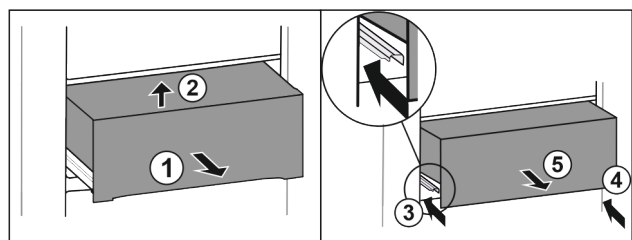

Fig. 47
- ▶ Изтеглете чекмеджето наполовина. Fig. 47 (1)
- ▶ Повдигнете чекмеджето отпред. Fig. 47 (2)
- ▶ Вкарайте лявата релса. Fig. 47 (3)
- ▶ Вкарайте дясната релса. Fig. 47 (4)
- ▶ Извадете чекмеджето напред. Fig. 47 (5)